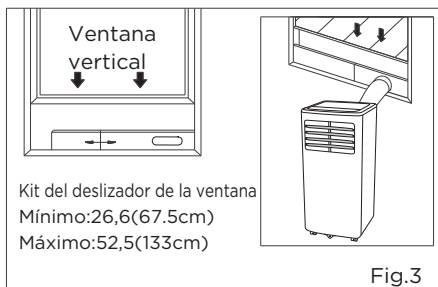

Fig.3
4. Fije el conector A en el kit y el sello de la ventana corredera. (Fig. 3 y 4)